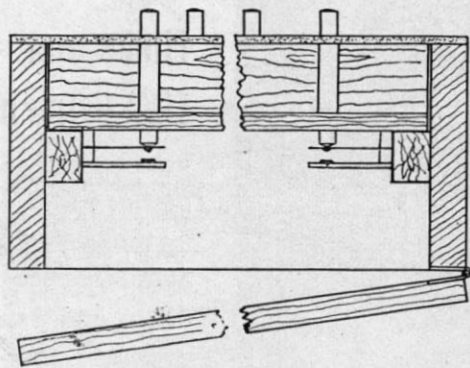

Abb. 8. Vereinfachter Querschnitt durch den kompletten Leuchtkasten.
*Zum Schluß habe ich mir noch einen Rahmen gebaut, in den das Leuchtbild-Stellpult eingesetzt wird. Die Wandstärke wählt man mit etwa 8 mm. Dieser Rahmen (5 cm hoch) kann unten offen bleiben oder mit einem aufklappbarem Deckel versehen werden, der mit einem Klavierhaken geschlossen wird (s. Abbildung 8).